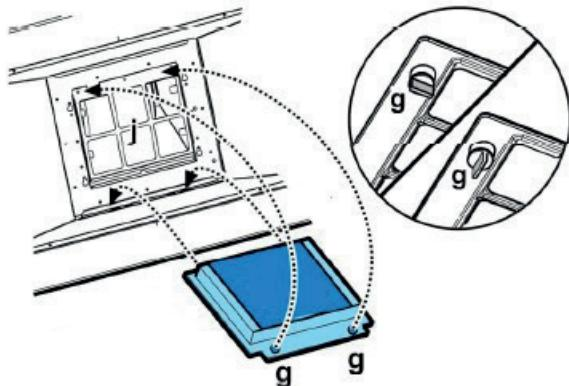

Figure 9
2. Retirez le bloc filters de son logement en tournant les vis de fixation (g) à 90°, puis dégagez-le (Fig. 9).